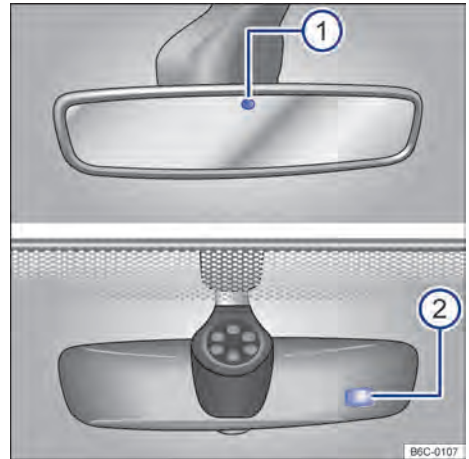

Fig. 75 En el parabrisas: espejo retrovisor interior antideslumbrante automático.
Con el encendido conectado, los sensores miden la incidencia de la luz detrás → fig. 75 ① e por delante ②.